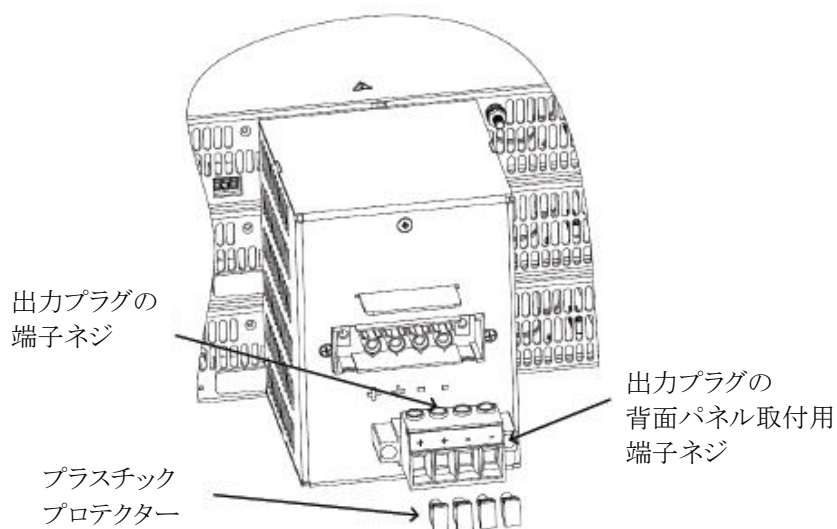

図4-53 出力プラグの取り外し方法
2. 図4-53に示すように出力プラグを電源の背面パネルからネジを外して取り外し、出力プラグの端子ネジを緩めてください。
(図4-53はGSP15kWの場合ですが、GSP10kWも同様です。)